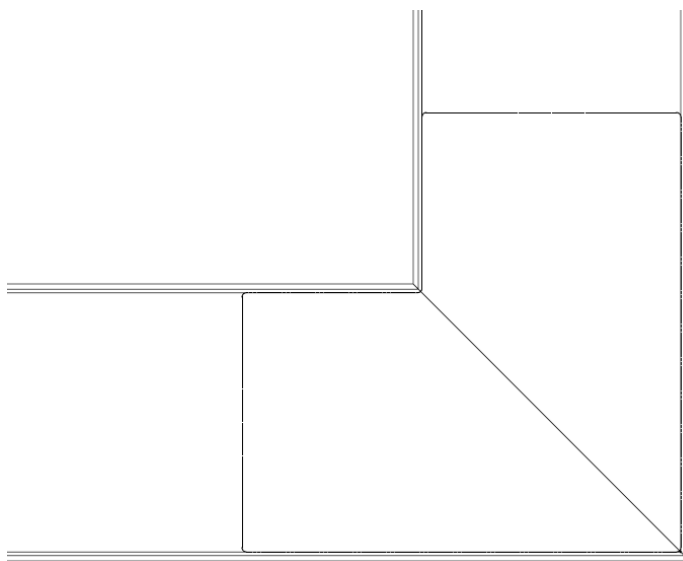

Рис.2
5. После сборки светильника, подрезать рассеиватели (4шт) по месту, избегая нахлеста и зазоров между рассеивателями (рекомендуемая подрезка – под 45 градусов), как на Рис. 2.
6. На стыки рассеивателей наклеить защитную L-образную прозрачную пленку (идет в комплекте светильника) (Рис. 2)